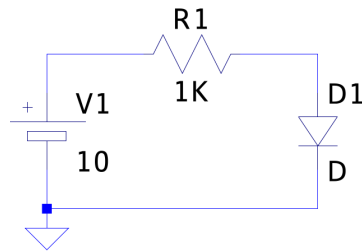

Figura 3: Circuito básico del diodo en polarización directa.
Paso 1: Hacer el circuito de la figura 3 en LTspice, usando como diodo un modelo SPICE del diodo 1N3198.